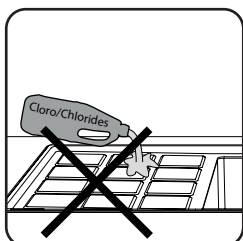

Fig. 4
- Não use soluções a base de cloro em sua cuba (fig. 4). O Cloro, o qual é encontrado na maioria dos detergentes e produtos de limpeza, é agressivo ao aço inoxidável. Se deixado sobre a cuba de sobrepôr por um período longo poderá causar corrosão.